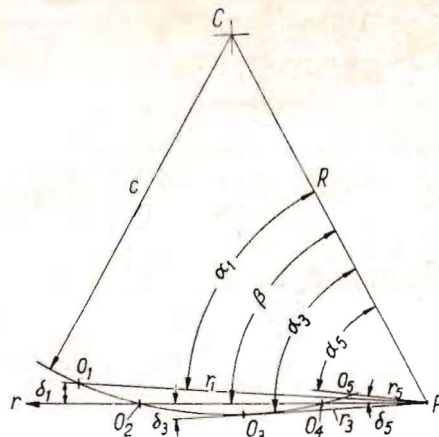
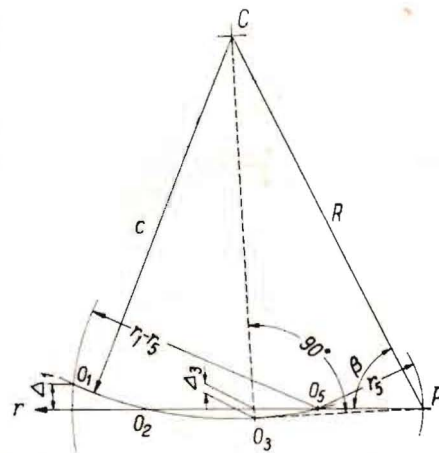

Fig. 3.
Fig. 4.
Lösningen går ut på att upprita ett polardiagram enl. fig. 3, vilket uppfyller villkoret enligt ekv. (3). Den grafiska konstruktionen framgår av fig. 4. Vi